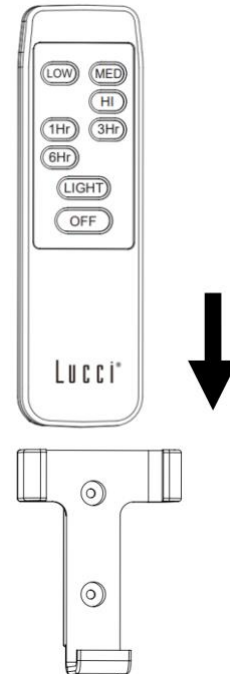

Fig. 12b
2. Stecke die Fernbedienung in die Halterung. (Abb. 12b)